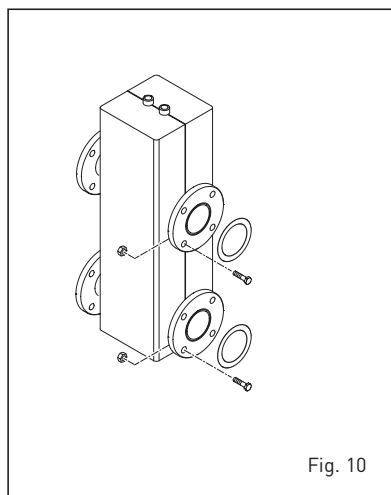

Fig. 10
Il compensatore idraulico viene fornito a richiesta in un kit cod. 8101552 completo di guarnizioni, dadi e viti di fissaggio (fig. 10).
2.10.3 Compensatore idraulico "370-460 BOX ErP" (fig. 10/a)